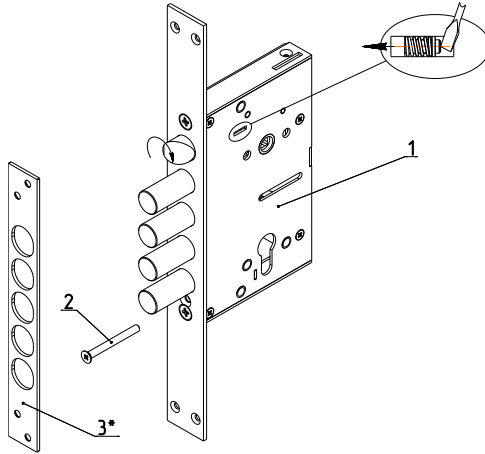

Рис.1
Комплектность замка приведена в таблице и показана на рис. 1.
4.2. Установить, при необходимости, защёлку в соответствующее положение для правой или левой двери путем ее выдвижения из корпуса отверткой через паз в крышке замка и разворота на 180° вокруг своей оси (см. рис.1).